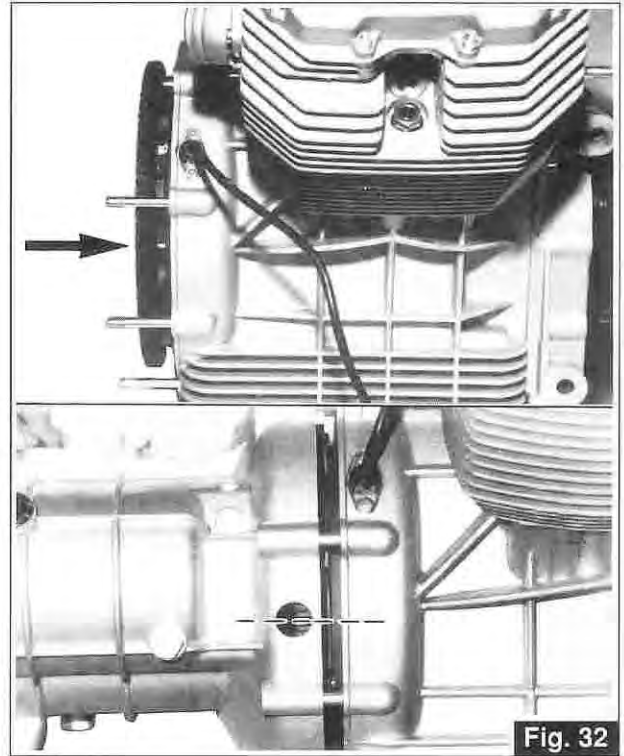

Fig. 32
- Ruotare l'albero motore in posizione di P.M.S. in fase di scoppio (valvole chiuse) del cilindro Sx. (Fig. 32).
- Turn the crankshaft to the T.D.C. position at the combustion stroke (valves closed) of the L.H. cylinder (Fig. 32).